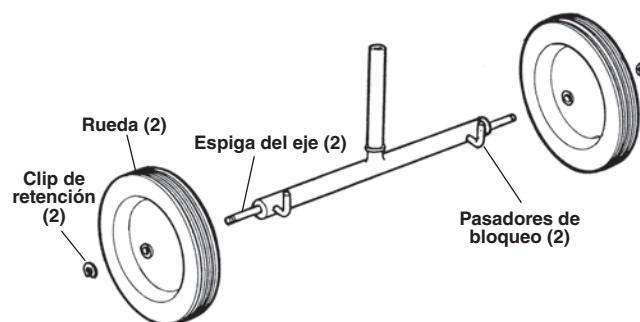

Figura 27 – Montaje del transportador No. 32
1. Si fuera necesario, monte el transportador No. 32. Vea la *Figura 27*.